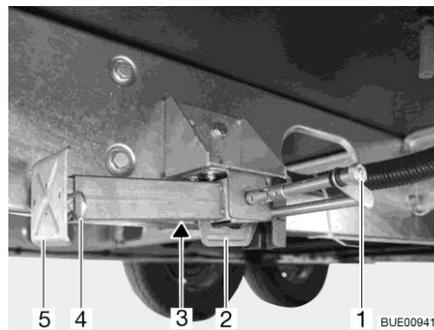

Bild 44 Hubstütze
- Am Sechskant (Bild 44,1) den Steckschlüssel aufstecken und drehen, bis die Hubstütze senkrecht nach unten steht.
- Wenn die Länge der Hubstütze verstellbar ist, den Splint (Bild 44,4) aus der Stützfußverlängerung (Bild 44,5) herausziehen.
- Am Sechskant (Bild 44,1) den Steckschlüssel aufstecken und drehen, bis die Hubstütze wieder vom Boden frei ist.
- Stützfußverlängerung (Bild 44,5) ganz einschieben und Splint (Bild 44,4) in die vorgesehene Bohrung an der Stützfußverlängerung stecken.
- Am Sechskant (Bild 44,1) drehen, bis die Hubstütze nach oben geschwenkt ist und die Führung (Bild 44,2) ganz am Ende des Schlitzes (Bild 44,3) ansteht.